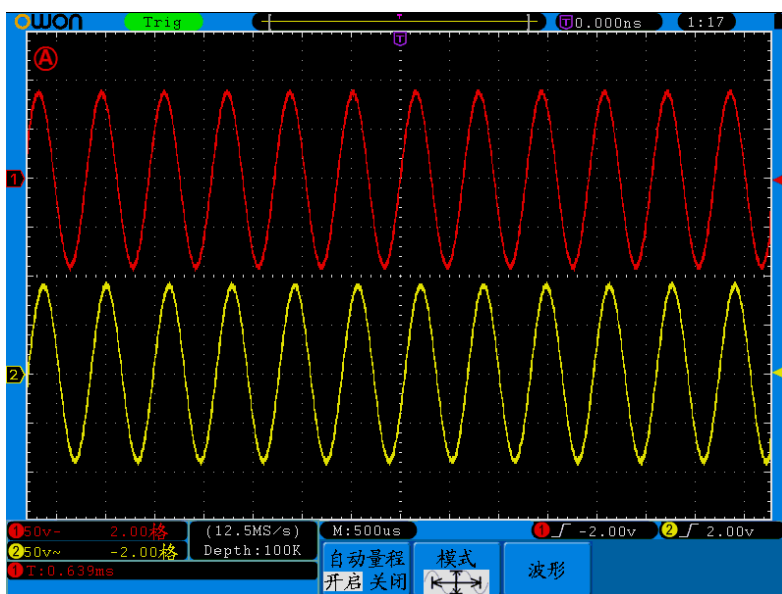

图 5-67：自动量程 水平/垂直模式多周期波形图
4. 按 **H3** 键，按 **F1** 键选择波形为 。见图 5-67：